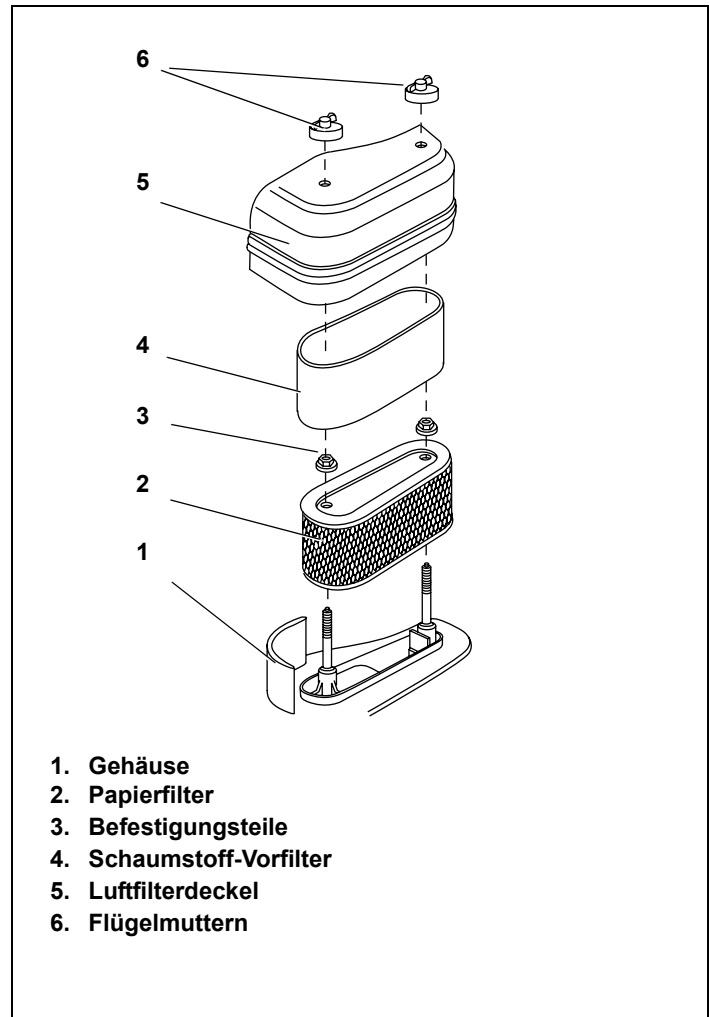

Abbildung 23. Komponenten des Luftfilters
1. Die Flügelmuttern vom Luftfilterdeckel entfernen. Siehe Abbildung 23.